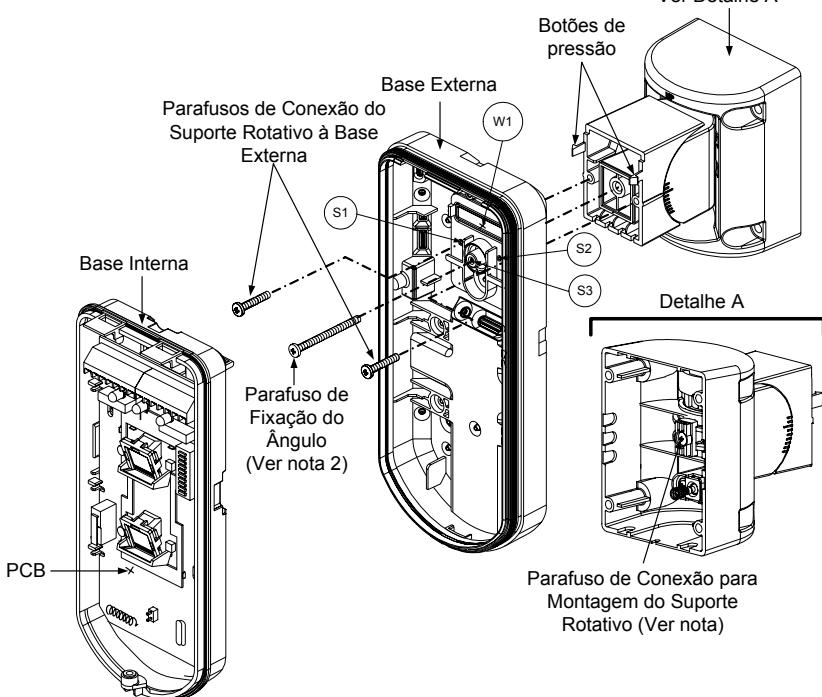

Figura 8
8. Fixe a base externa ao suporte rotativo usando os botões de pressão apropriados (Figura 8). Ver Detalhe A
9. Assegure a base externa ao suporte rotativo com 2 parafusos presos aos furos pré-marcados S1 e S2 (Figura 8).
10. Insira o fornecido parafuso de fixação do ângulo da base externa através do furo pré-marcado do parafuso de fixação do ângulo S3 na base externa ao suporte rotativo estandarte (Figura 8).
Quando as marcas nas duas partes móveis estão alinhadas (Figura 8), o Suporte Rotativo Estandarte está na posição vertical / horizontal de 0°. Cada clique a partir desta posição representa um incremento / redução de 5° na posição vertical / horizontal.